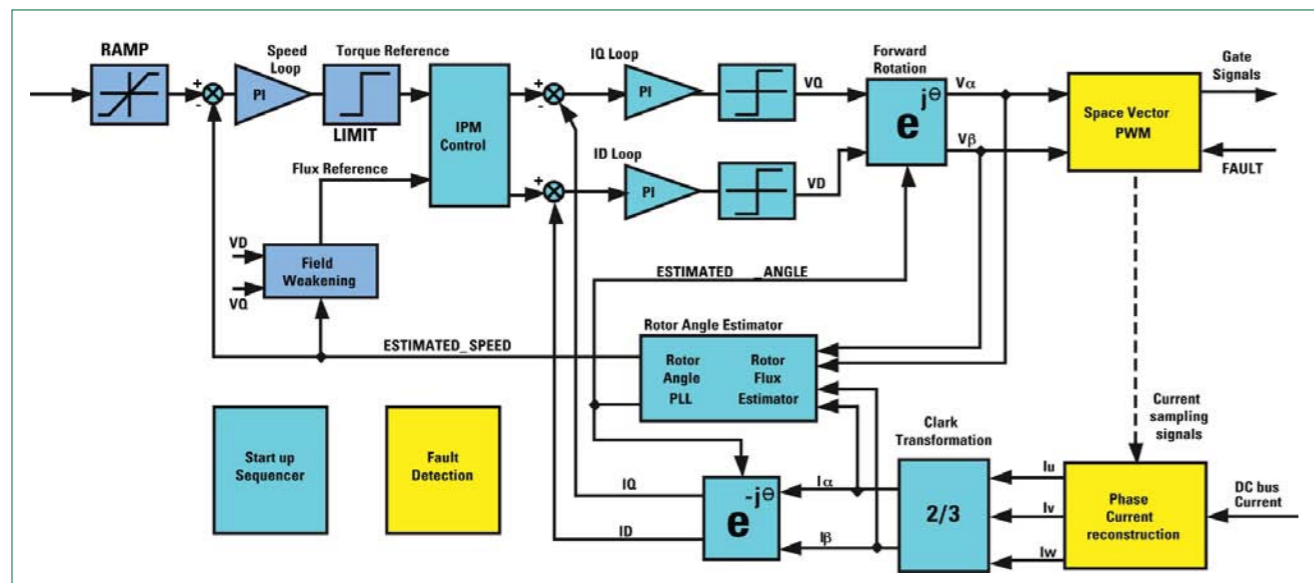

图 2. 无传感器电机控制算法。
如图 2 所示，数字控制算法集成了相电流重建和转子角度估算，以及控制电机电流的磁场定向控制 (FOC) 算法。磁场定向控制利用矢量旋转将交流的电机绕组电流解耦为转矩 (IQ) 和通量 (ID) 的两个直流分量。由于电流环调节变得不依赖于电机速度，因此简化了控制器设计。